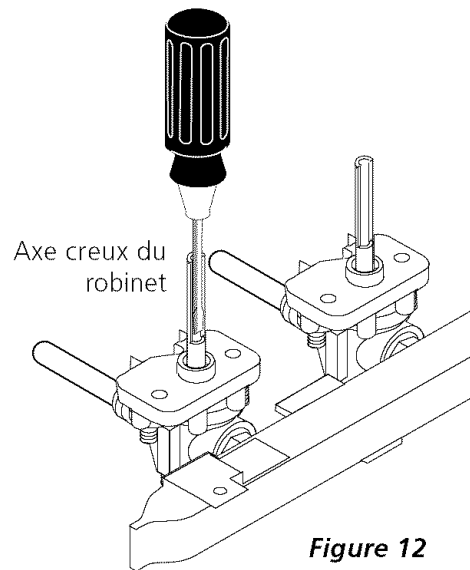

Figure 12
4. **Réglez la position LOW ou SIMMER (Figure 12)**